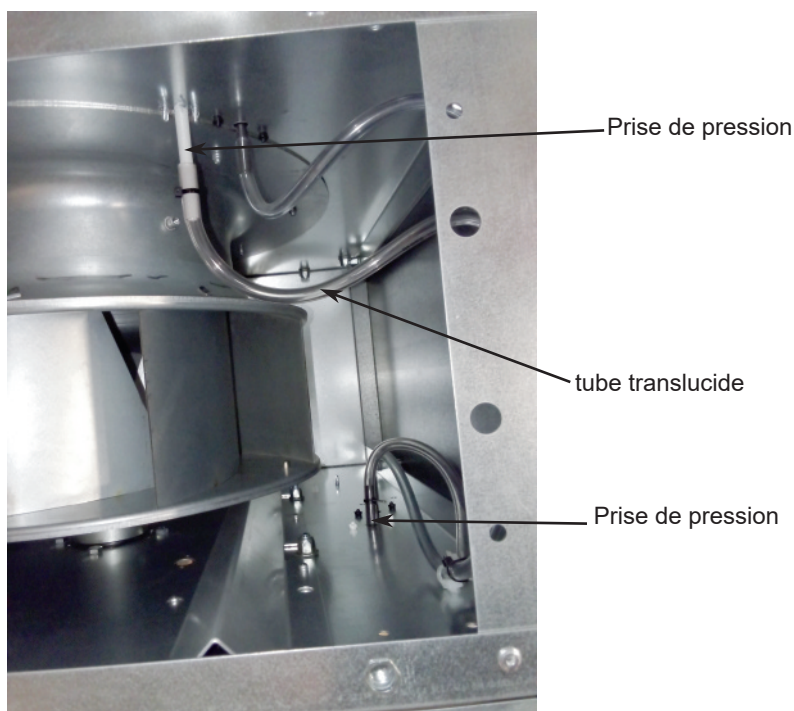

fig.4
- 4 - Percez le trou pour fixer l'autre prise de pression plastique sur la sortie d'aspiration (fig.4).
- 5 - Fixez la prise de pression plastique Ø 7,3 mm avec les vis de fixation fournies sur les trous réalisés (fig.4).
- 6 - Raccordez les prises de pression en plastique à l'aide d'une longueur du tube translucide 2m Ø interne 6,2mm fourni (fig.4).